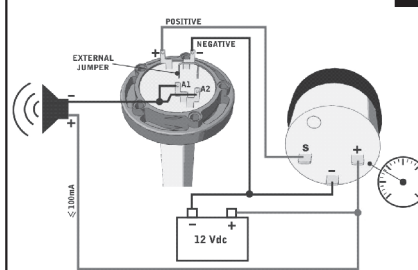

Fig. 6
- 3) I sensori di tipo resistivo **240-33 ohm** (modello PCHG2AXXX e PHWG2AXXX) possono diventare sensori di tipo resistivo **VDO 3-180 ohm** semplicemente tagliando il JUMPER mostrato in Fig. 6.
Non collegare mai direttamente un sensore resistivo (Fig.6) ai cavi provenienti dalla batteria.
I sensori resistivi (modello PCHG2AXXX e PHWG2AXXX) sono dotati di un ponticello (vedi "External Jumper" in vedi Fig. 6) utile per la scelta di funzionamento con strumenti **STD Sistema americano 240-33 ohm** (ponticello integro) o con strumenti tipo **VDO Sistema europeo 3-180 ohm** (ponticello tagliato). E' disponibile anche il modello compatibile con strumenti indicatori **3-90 ohm** (modello PCHK2AXXX e PHWK2AXXX). I modelli di SDL di Tipo Resistivo sono dotati di due output di allarme (A1 e A2) attivi il primo quando il livello del liquido contenuto nel serbatoio è inferiore al 20% (allarme di vuoto) e il secondo attivo se il livello supera l'80% della capacità del serbatoio (allarme di pieno).
- 3-180 Ohm (resistivo tipo VDO), tensione a vuoto dalla bobina dello strumento : 5 ÷ 18Vdc (vedi Fig. 6)
- 240-33 Ohm (resistivo tipo Standard), tensione a vuoto dalla bobina dello strumento: 5 ÷ 18Vdc (vedi Fig. 6)
- 3-90 Ohm (tipo resistivo), tensione a vuoto dalla bobina dello strumento: 5 ÷ 18Vdc (vedi Fig. 6)
- Per i sensori SDL di tipo resistivo, l'alimentazione è fornita al sensore mediante lo strumento indicatore (vedi Fig. 6), evitando quindi il collegamento diretto del sensore alla batteria (Brevetto S.I.E.M.)
- salvo diversa specifica indicazione, lo strumento indicatore da utilizzare sia alimentato a 12Vdc (i modelli PCHG2AXXX e PHWG2AXXX sono utilizzabili anche con strumenti indicatori alimentati a 24Vdc, purché la tensione a vuoto dello strumento tra il terminale "S" e il terminale "-" (vedi Fig. 6) sia compresa tra 2,5Vdc e 20Vdc).